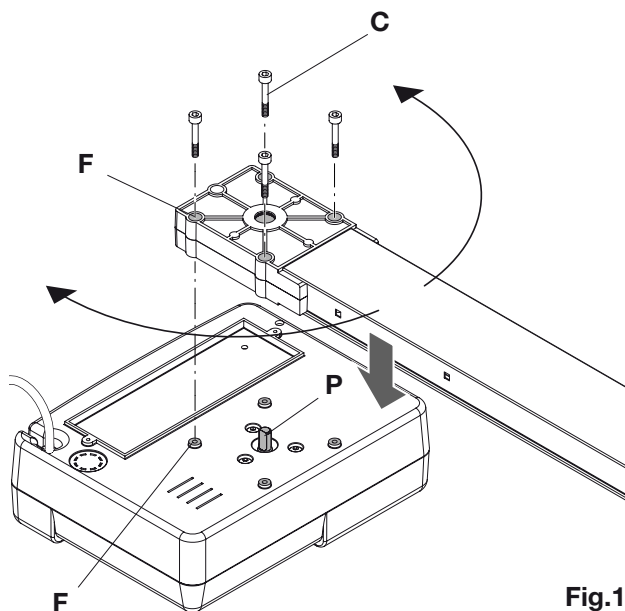

Fig.17
- la guida così inserita potrebbe non risultare perpendicolare al gruppo motoriduttore, ruotate la guida fino ad allineare i fori per le viti (Fig 17 rif F) - con le corrispondenti sedi del carter (Fig 17 rif S).